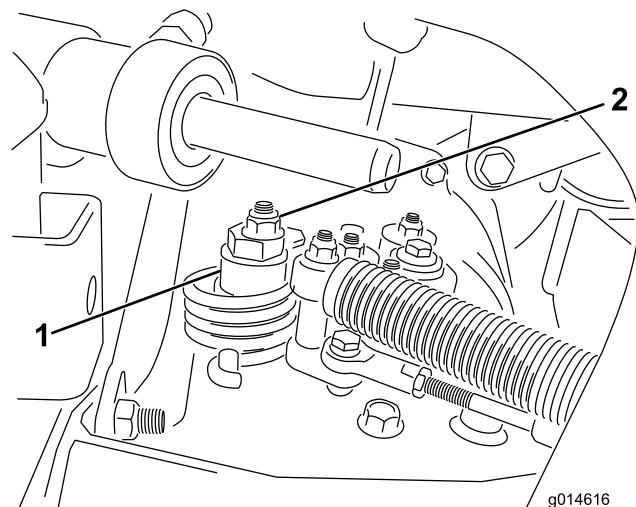

Figura 47
- Afloje la tuerca que sujetá el excéntrico a la parte superior del hidrostato (Figura 47).
- Gire el excéntrico hasta que no haya movimiento en ningún sentido. Cuando la rueda deje de girar, apriete la tuerca para bloquear el excéntrico y el ajuste (Figura 47). Compruebe el ajuste con el acelerador en las posiciones Lento y Rápido.